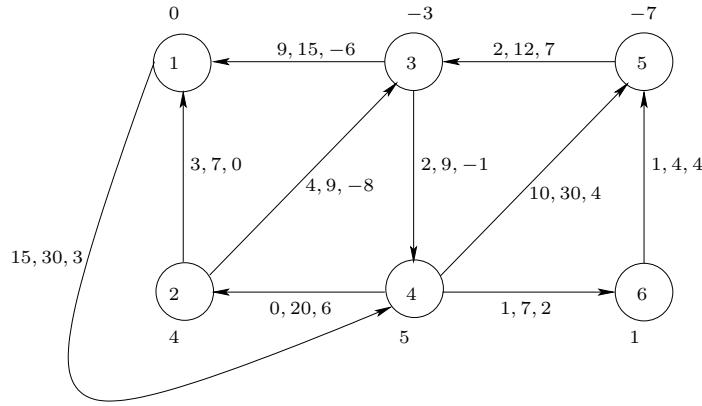

Figura 5.25: Grafo di partenza (esercizio 5.34)
**Esercizio 5.34.** ■ Sia dato il problema  $P$  di flusso a costo minimo definito sul grafo orientato  $G = (V, E)$  riportato in figura 5.25. Ad ogni nodo  $i \in V$  è associata la divergenza  $d_i$  e a ciascun arco  $(i, j) \in E$  è associata la tripla  $(l_{ij}, u_{ij}, c_{ij})$ , dove  $l_{ij}$  e  $u_{ij}$  indicano rispettivamente la capacità minima e massima dell'arco  $(i, j)$ , mentre  $c_{ij}$  indica il costo unitario associato all'arco  $(i, j)$ .